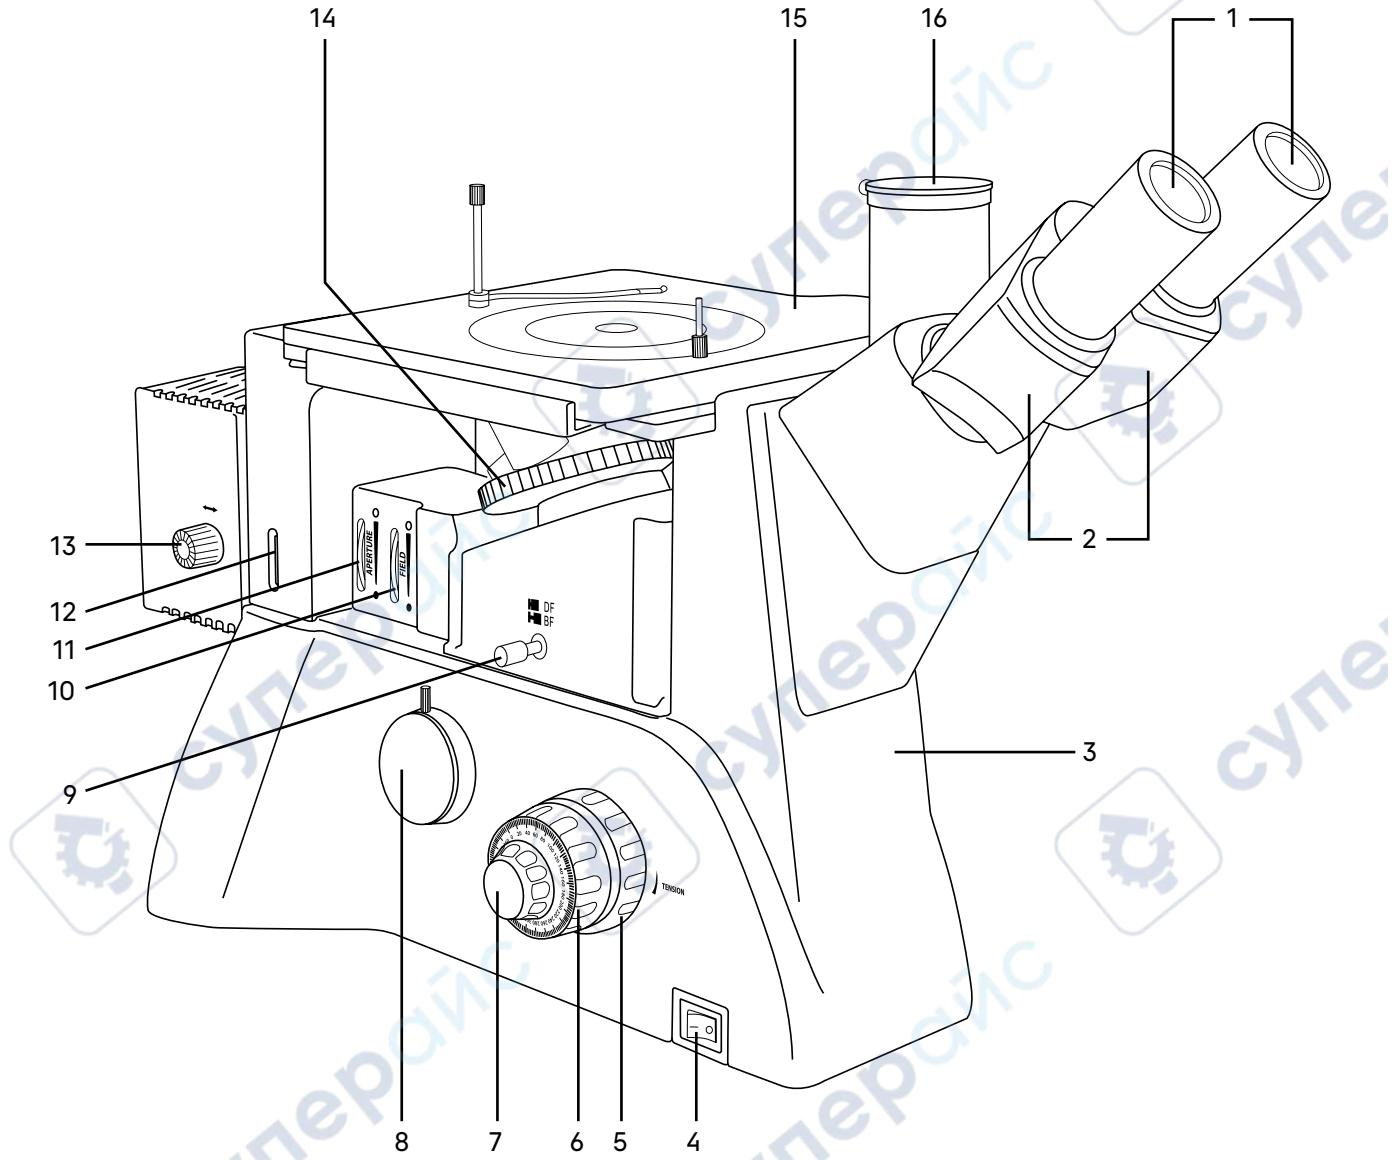
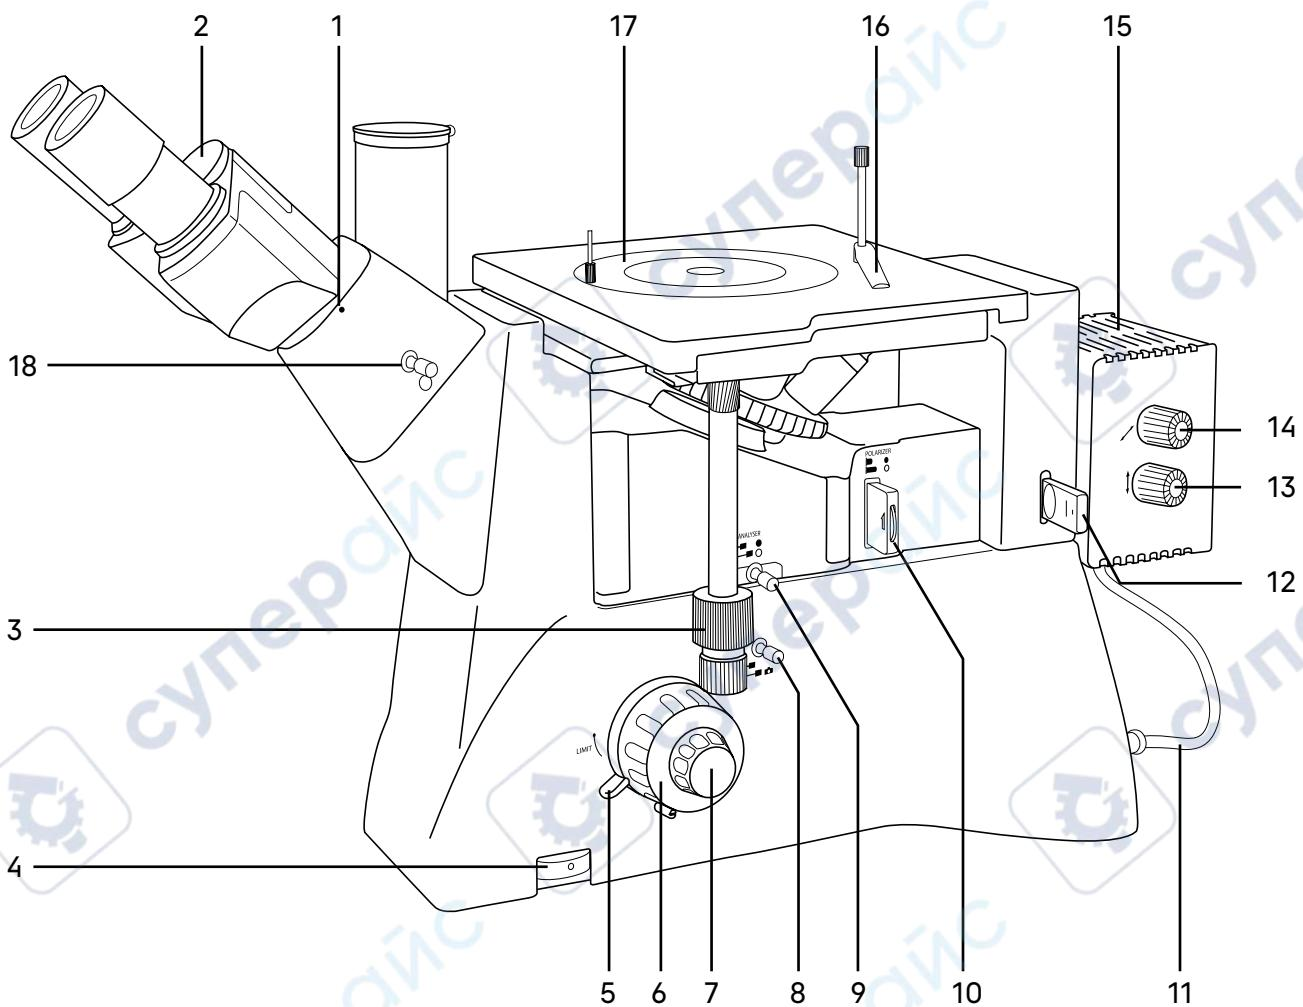

Рис. 1. Микроскоп MAGUS Metal V700. Вид слева
Рис. 2. Микроскоп MAGUS Metal V700. Вид справа
Общий вид микроскопа представлен на рис. 1 и 2.
На штативе 3 (рис. 1) закреплены:
- револьвер 14 (рис.1) с объективами;
- предметный столик 15 (рис. 1);
- тубусы визуальной насадки 2 (рис. 1);
- фонарь лампы 15 (рис. 2).
На левой боковой поверхности штатива расположен выключатель 4 (рис. 1) сетевого напряжения. В положении «←» включается, а в положении «0» выключается сетевое напряжение.
На правой боковой поверхности штатива расположен диск 4 (рис. 2) для регулировки напряжения питания источника света.
На левой боковой поверхности штатива расположен канал визуализации 8 (рис. 1) для установки камеры. Микроскоп укомплектован адаптером C-mount, который устанавливается в этот канал и закрепляется в нем винтом. На адаптер устанавливается камера. Камера служит для вывода изображения на экран компьютера или монитор/телевизор.
Фокусировка на объект осуществляется перемещением по высоте револьверного устройства с объективами. Грубая фокусировка производится вращением коаксиальных рукояток 6 (рис. 1, 2), расположенных по обеим сторонам штатива.
Тонкая фокусировка производится вращением рукояток 7 (рис. 1, 2), расположенных по обеим сторонам штатива. Тонкая фокусировка требуется для более точного фокусирования на объект и для подфокусировки микроскопа на резкость изображения при смене объективов и препаратов. Цена деления тонкой фокусировки – 2 мкм.
Механизм регулировки жесткости хода грубой фокусировки 5 (рис. 1) – кольцо между штативом и рукояткой грубой фокусировки с левой стороны. С помощью кольца регулируется жесткость хода грубой фокусировки так, чтобы жесткость была комфортной для пользователя, но при этом револьвер с объективами не опускался самопроизвольно во время работы.
Механизм блокировки грубой фокусировки 5 (рис. 2) расположен с правой стороны. После завершения грубой фокусировки рекомендуется перевести рычаг в крайнее положение в направлении по часовой стрелке. Таким образом закрепится положение грубой фокусировки для быстрой рефокусировки после смены препарата.
Тринокулярная визуальная насадка обеспечивает визуальное наблюдение изображения объекта. Насадка закреплена на штативе 3 (рис. 1). В гнездо насадки устанавливается блок окулярных тубусов 2 (рис. 1) и закрепляется винтом 1 (рис. 2). При установке поверните тубусы вверх или вниз для удобства наблюдения.
Изменение межзрачкового расстояния в насадке осуществляется разворотом окулярных тубусов в пределах 48–75 мм. Значение расстояния, установленного в соответствии с глазной базой наблюдателя, отсчитывается по шкале 2 (рис. 2) на насадке.
В вертикальный тубус 16 (рис. 1) корпуса визуальной насадки (канал визуализации) с помощью переходника C-mount устанавливается система визуализации с монитором. Переключение светового потока на вертикальный тубус производится рукояткой 8 (рис. 2) и 18 (рис. 2). Рукоятка имеет два положения: 100/0 и 50/50.
В комплект микроскопа входят окуляры 1 (рис. 1). Окуляры имеют высокое положение выходного зрачка и предназначены для работы как в очках, так и без них.
Револьверное устройство 14 (рис. 1) обеспечивает установку пяти объективов. Смена объективов производится вращением револьверного устройства за конусную рифленую поверхность до фиксированного положения.
Встроенные полевая и апертурная диафрагмы отцентрированы в оптической оси на заводе-изготовителе и дополнительной центрировки не требуются. Если появится необходимость, диафрагмы можно отцентрировать регулировочными винтами. Раскрытие/закрытие полевой и апертурной диафрагм производится вращением кольца 10 (рис. 1) и кольца 11 (рис. 1) соответственно.
Двухкоординатный механический предметный столик 15 (рис. 1) закреплен на штативе. Перемещение столика осуществляется рукоятками 3 (рис. 2).
Регулировка положения лампы относительно оси осуществляется рукоятками 13, 14 (рис. 2).
Для проведения наблюдений в поляризованном свете микроскоп оснащен устройством простой поляризации, которое включает в себя съемные анализатор 9 (рис. 2) и поляризатор 10 (рис. 2). Поляризатор вращается в диапазоне 0–360°. Анализатор выполнен в виде пластины и не оснащен поворотным диском.
В комплект микроскопа входит слайдер со светофильтрами 12 (рис. 2). Слайдер имеет 5 положений: желтый, синий, матовый, зеленый фильтры, а также свободное отверстие. Светофильтры помогают правильно настроить цветопередачу в зависимости от образца исследования, улучшить цветовой баланс и повысить контрастность и яркость изображения.